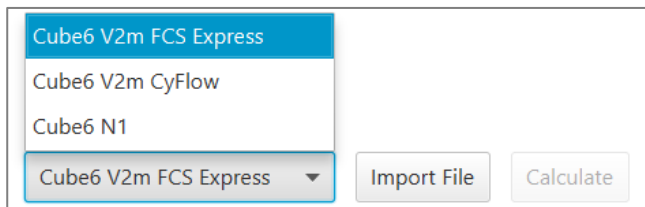

Abbildung 26. Ausschnitt des Arbeitsbereichs *Plate Layout*
2. Wählen Sie im Arbeitsbereich *Plate Layout Cube6 V2m FCS Express* aus, klicken Sie anschließend auf *Import File* und wählen die zuvor generierten .csv-Dateien aus (siehe Abbildung 26).